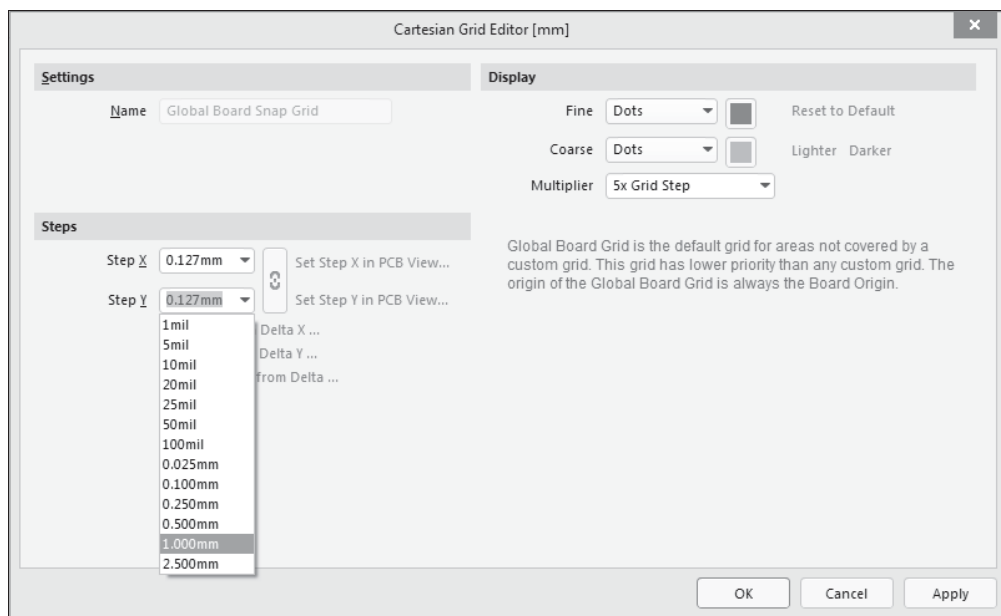

Рис. 3.8. Диалоговое окно настройки глобальной сетки
2. В секциях открывающегося диалогового окна **Cartesian Grid Editor** редактора декартовой (ортогональной) сетки (рис. 3.8):
Здесь же, в главном поле диалогового окна (см. рис. 3.8), располагается комментарий следующего содержания: «Глобальная сетка является сеткой по умолчанию для областей, не накрытых пользовательскими сетками. Эта сетка обладает более низким приоритетом по сравнению с любой пользовательской сеткой. Исходная точка, от которой строится глобальная сетка, всегда совпадает с исходной точкой формирования платы».